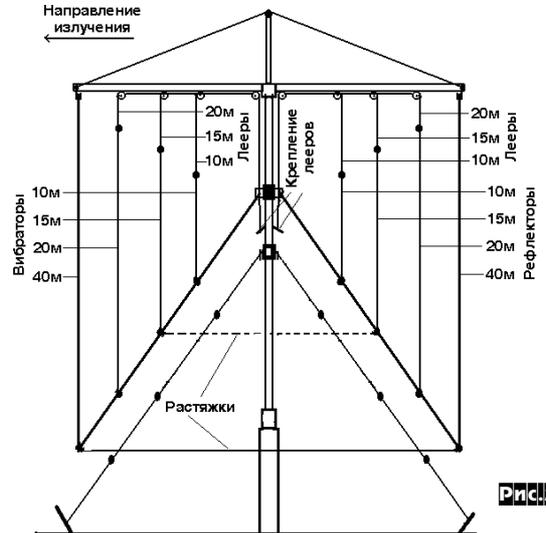

Рис. 2
Теперь мы можем применить на практике еще один закон геометрии: закон жесткости фигур, который утверждает, что самая жесткая фигура - треугольник. Основным несущим элементом в нашей антенне является верхняя траверса, к которой крепятся все треугольные элементы антенн (рис. 2). Дополнительную жесткость и прочность конструкции можно задать всего двумя боковыми растяжками, которые крепятся на концах распорок. Для более равномерного натяжения применим вариант с основными несущими элементами (мачта, траверса, ее растяжка, нижние распорки, рамка диапазона 40 м и 2 боковые растяжки) и элементами, не несущими нагрузки (рамки остальных диапазонов). Если мысленно убрать из общего вида рамки диапазонов 20-10 м, то можно увидеть, что конструкция полностью состоит из треугольных (т.е. жестких) элементов.
К12-2 реле остальных диапазонов (рис. 1), что приводит к закорачиванию на корпус ФНЧ других диапазонов как показано на рис. 2.
При первоначальном включении блока питания усилителя мощности через нормально замкнутые контакты К13.1 замкнута цепь питания «рабочих» обмоток реле К7-1 и К8-1. Контакты этих реле К7.1(2) и К8.1(2) подключают ФНЧ 20-метрового диапазона к выходу усилителя мощности и согласующему устройству (рис. 2). Одновременно через диоды VD16-VD20 подается питание на «отбойные» обмотки К1-2, ... К6-2, К9-2, ...
На входе ФНЧ контакты реле включены параллельно (рис. 2). На выходе - одна группа может использоваться для коммутации светодиодов, индицирующих включенный диапазон.